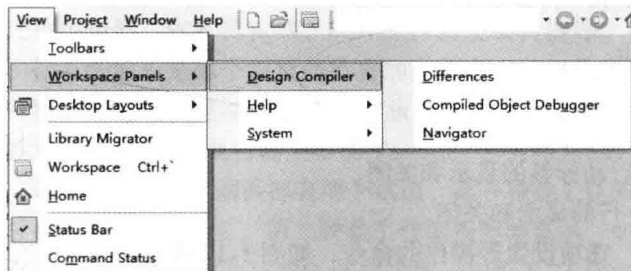

图 1-13 Workspace Panels 子菜单
② Workspace Panels: 控制工作区面板的打开与关闭, 其子菜单如图 1-13 所示。该命令的结果也可以在工作区右下方的面板开启标签中实现。